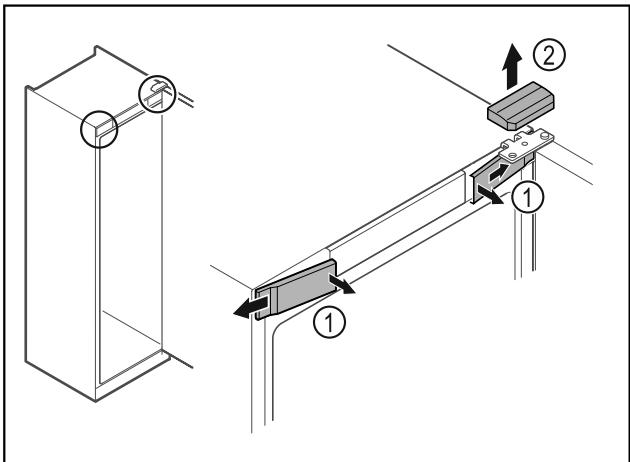

Fig. 17
- Откопчайте предните капаци Fig. 17 (1) отвътре и свалете настрани.
- Свалете горния капак Fig. 17 (2) нагоре.